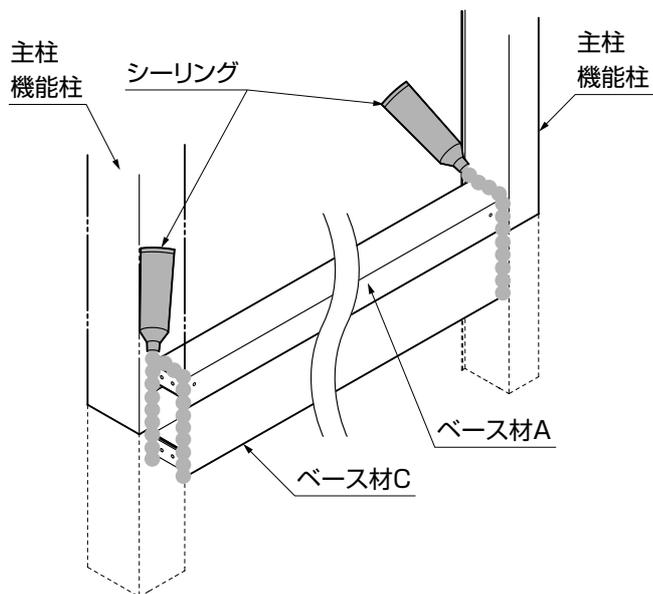

図3-1 折戸パネルベース材部シーリング箇所
●側枠上げ下げ窓には外・内の向きがありますので確認してください。(図3-1参照)
- ①ベース材にシーリングをしてください。(図3-1参照)